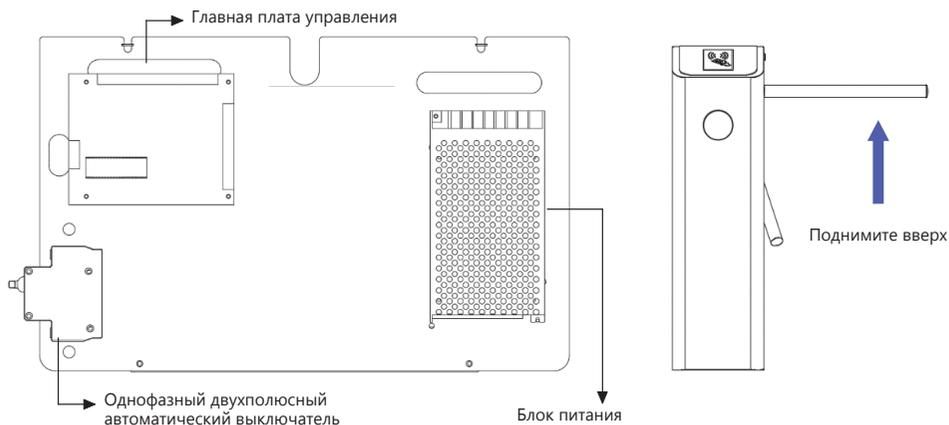

Рис. 2-2
3. Поднимите преграждающие планки вручную, как это показано на рис. 2-2.